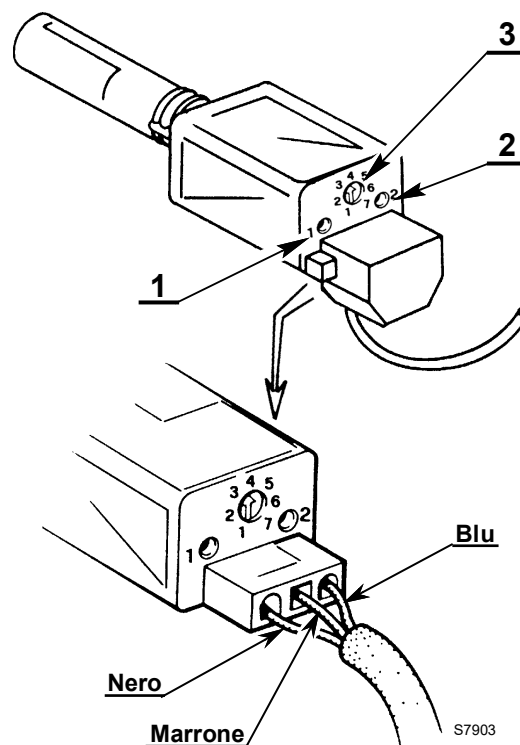

Fig. 14
- potenziometro 3)(Fig. 14) regola la sensibilità.
- Led 1)(Fig. 14) indica la sensibilità.
- Led 2)(Fig. 14) indica il funzionamento.
- agire sull'indice del potenziometro 3)(Fig. 14) girando in senso antiorario finché il led 1)(Fig. 14) lampeggia, definendo così il valore minimo della tacca.
- Agire sull'indice del potenziometro 3)(Fig. 14) ruotando in senso orario fino a determinare una luminosità stabile del led 1)(Fig. 14). Considerare la taratura definitiva come il valore minimo rilevato aumentando di 1 o 2 tacche.